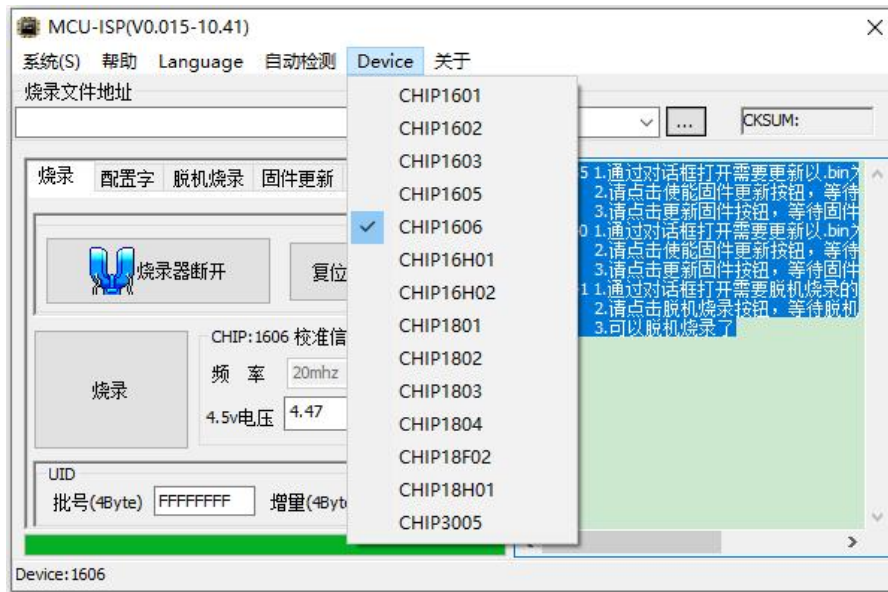

图 21. 选择芯片型号
2.3.2.4: 按照图 21，选择芯片型号“CHIP1606”，成功选择后，左下角会显示“Device: 1606”字样。